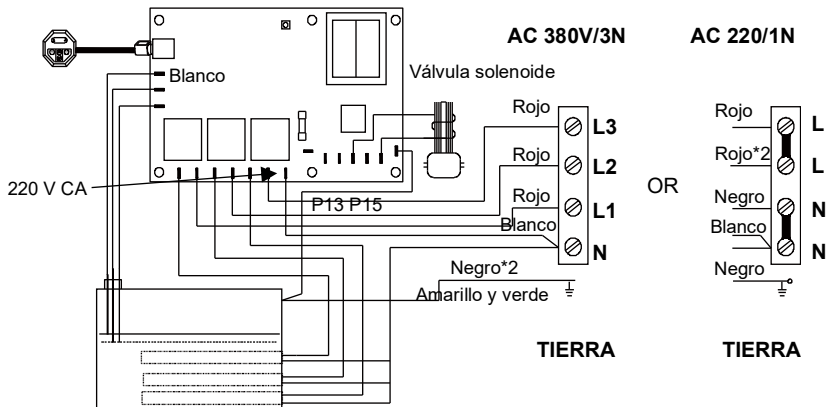

Figura 5: Figura de conexión del generador de vapor
- La figura muestra el cableado del controlador de la serie ST (Figura 5).